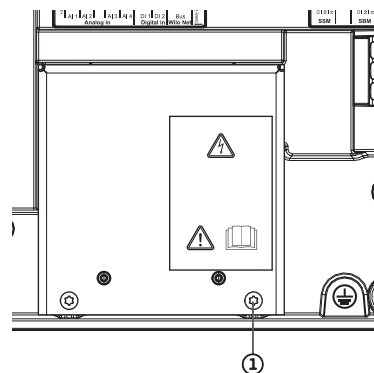

Fig. 113: Elektromagnetilise ühilduvuse kaitseplekk
4. Keerake lahti elektromagnetilise ühilduvuse kaitsepleki (Fig. 113, pos. 1) poldid ja eemaldage kaitseplekk.